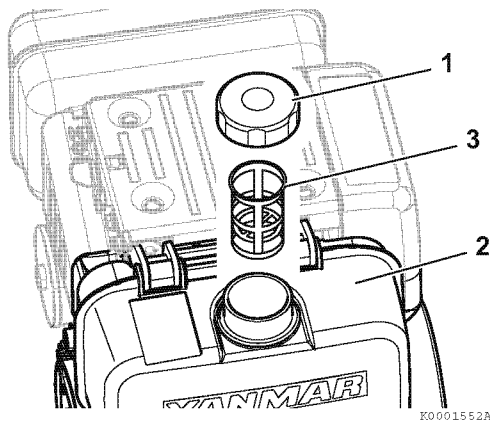

Abbildung 6
1. Den Bereich um den Tankdeckel herum abwischen (1, **Abbildung 6**).
2. Tankdeckel (1, **Abbildung 6**) vom Kraftstofftank (2, **Abbildung 6**) abnehmen.
3. Einlasskraftstofffilter (3, **Abbildung 6**) herausnehmen
5. Einlasskraftstofffilter (3, **Abbildung 6**) einsetzen.
6. Tankdeckel wieder anbringen (1, **Abbildung 6**) und handfest anziehen. Zu festes Anziehen beschädigt den Tankdeckel.